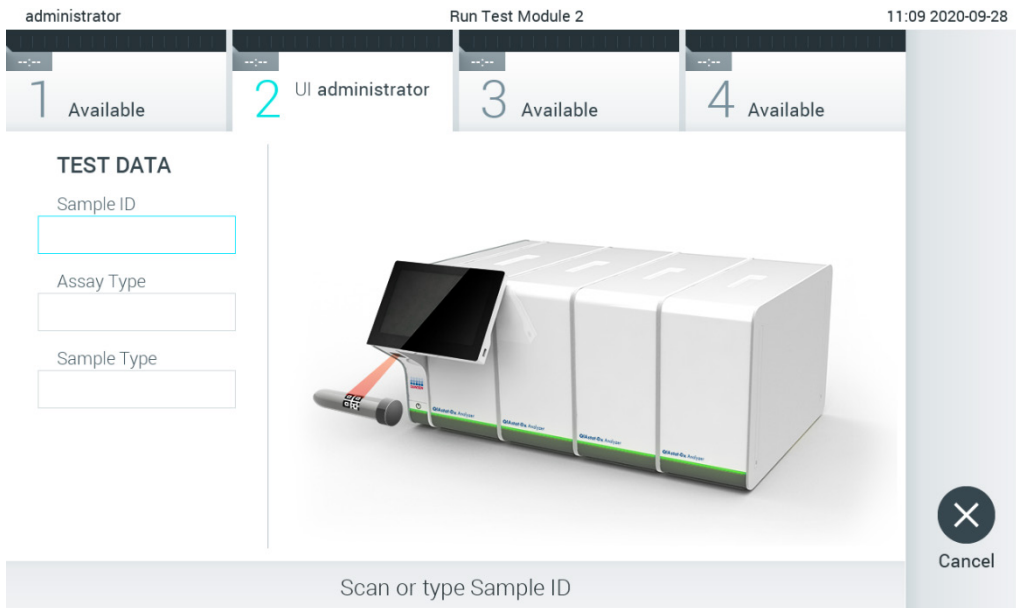

Figure 82. Lecture du code-barres de l'ID d'échantillon
2. Lorsque vous y êtes invité, scannez le code-barres de l'ID d'échantillon avec le lecteur de code-barres intégré au module opérationnel (figure 82).